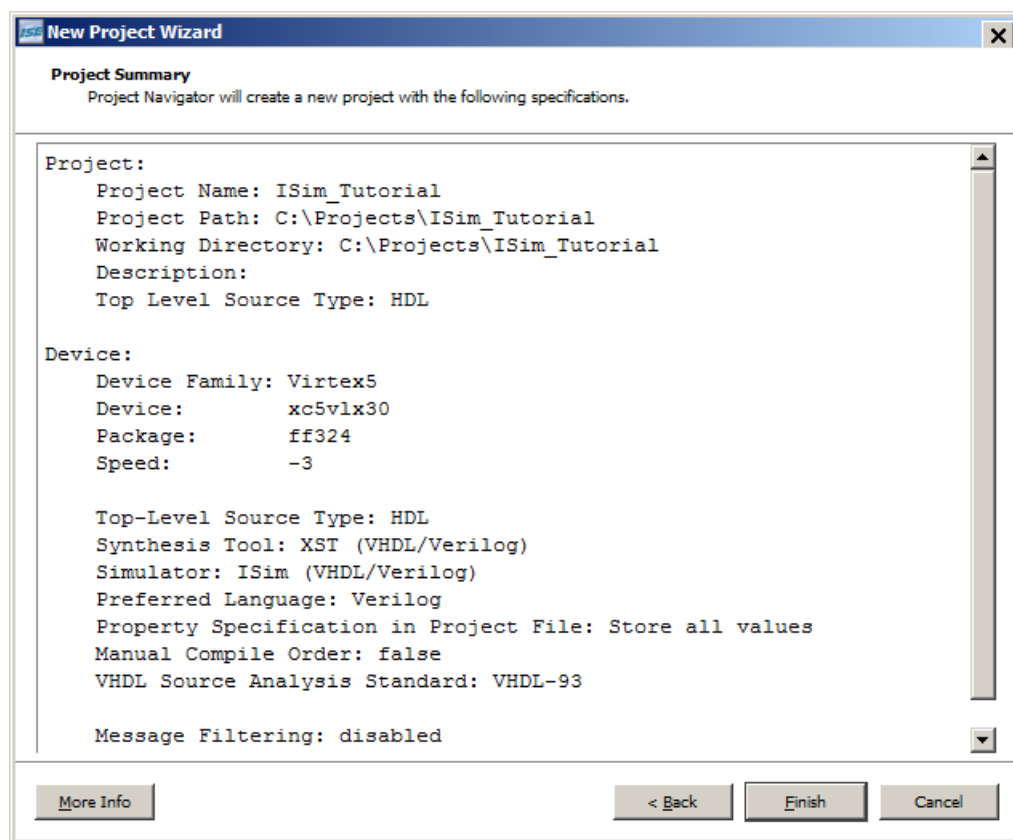

図 2-4 : [Project Summary] ページ
7. [Project Summary] ページの設定が図 2-4 に表示されている設定と同じであることを確認します。